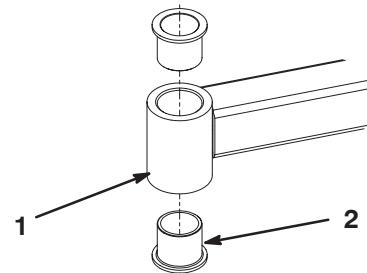

Bild 27
4. Stecken Sie einen Treiberdorn in die Ober- oder Unterseite des Befestigungsrohrs und treiben die Büchse aus dem Rohr (Bild 27). Treiben Sie dann die andere Büchse aus dem Rohr heraus. Reinigen Sie die Innenseite der Rohre.